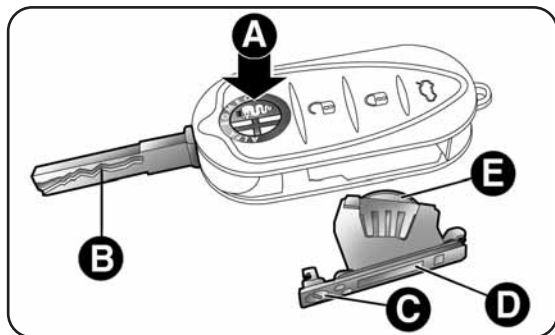

fig. 17
- appuyer sur le bouton A-fig. 17 et placer la pièce métallique B en position d'ouverture; tourner la vis C sur  à l'aide d'un tournevis à pointe fine;